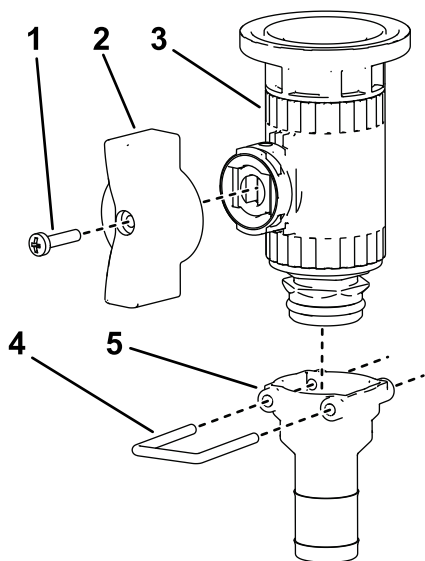

図 22
10. 図 22 に示すように、リテーナーを使ってグリーンウイングハンドルとストレート継手をフランジ付きコントロールバルブに取り付ける。